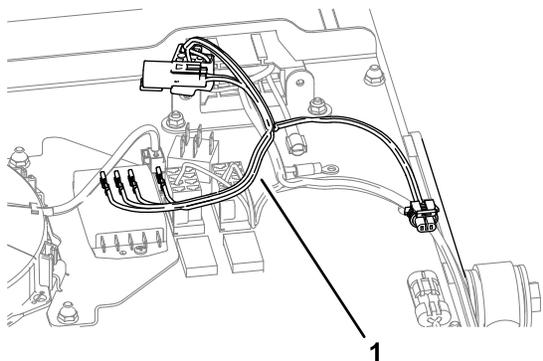

Figura 7
1. Alinee el arnés de cables del kit con el panel de interruptores, tal y como se muestra en la Figura 7.